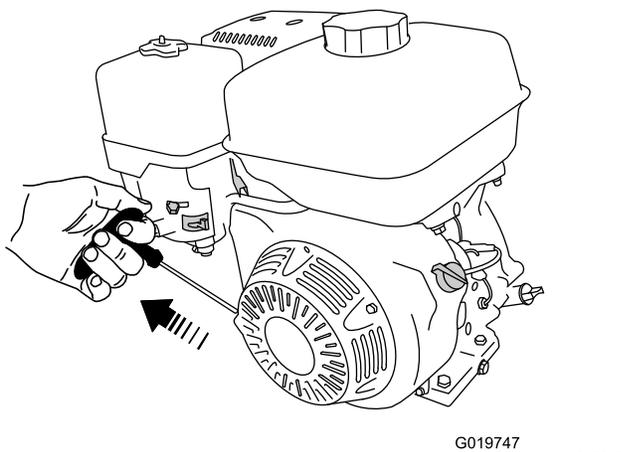

Figura 26
6. Tire del arrancador suavemente hasta que note resistencia, luego tire con fuerza (Figura 26). Deje que el arrancador vuelva lentamente a su posición inicial.